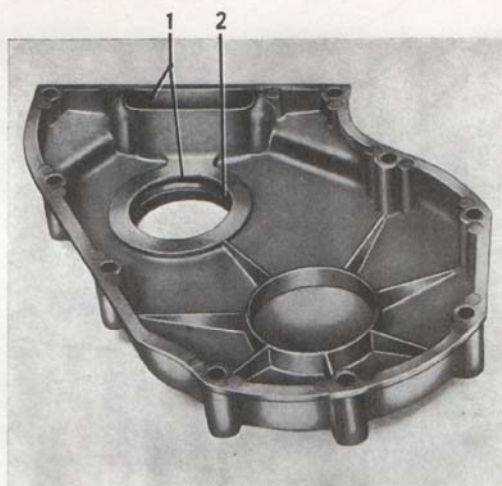

Bild 42. Transmissionskåpa
4. Se till att packningarna är felfria och att dräneringshållet är öppet och rent i transmissionskåpan som skall monteras, bild 42.